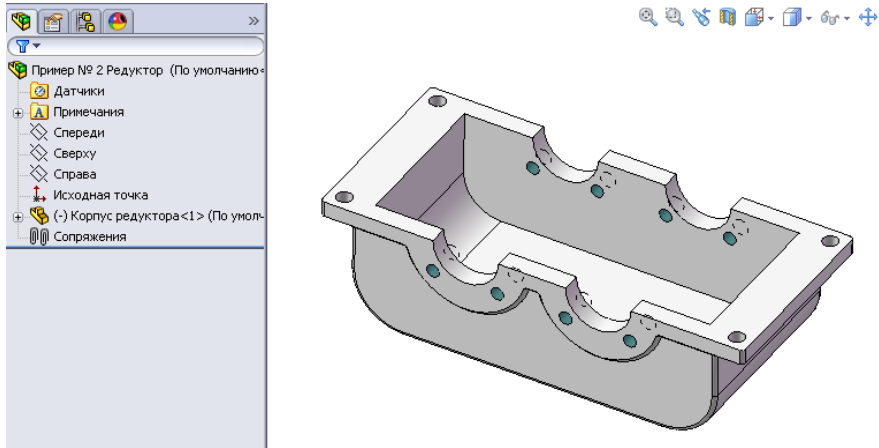

Рисунок 11.27 - Перевернута деталь «Корпус редуктора» в складанні
4. Тепер переведемо деталь, для чого скористаємося кнопкою - «Вращать компонент» панелі інструментів «Сборка» (рис. 11.27).